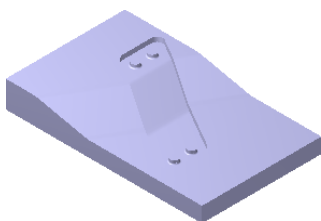

图 14.2 零件模型
Step1. 打开模型。选择文件 D:\mcx6.11\work\ch14\BOARD.MCX-6, 系统进入加工环境，此时零件模型如图 14.2 所示。